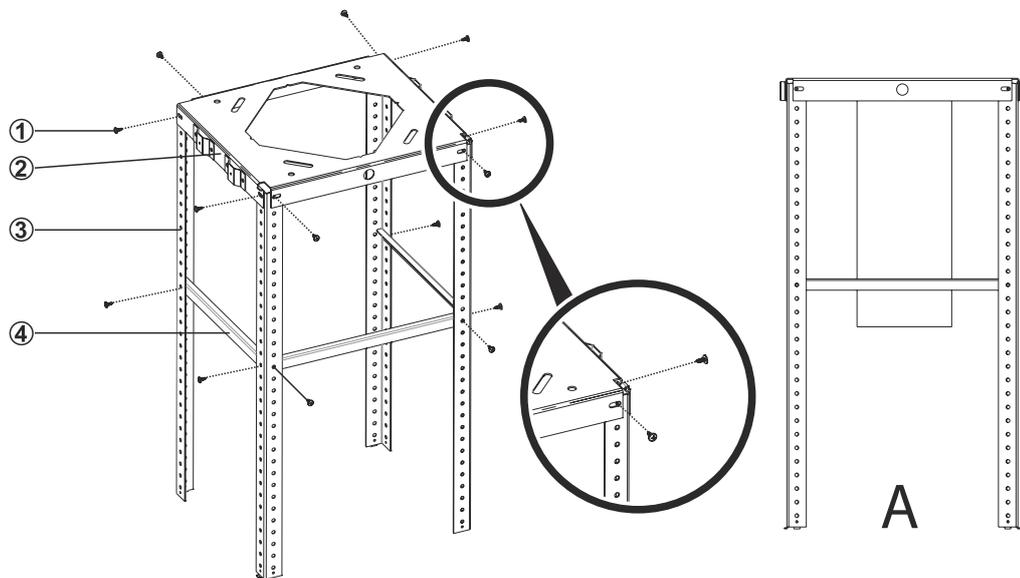

Fig. 11
1. ➤ Installare le barre di sospensione del prodotto (3) alla piastra di sospensione a soffitto (2) con 8 viti a testa cilindrica 3.5 x 9.5 r (1) (Fig. 11)
2. ➤ Installare le barre di sospensione del prodotto per bilanciare le componenti di bilanciamento della barra di sospensione (4) con 6 viti rusb 3.5 x 9.5 (1) (Fig. 11).
3. ➤ Realizzare i collegamenti aria del prodotto (Fig. 11/A).